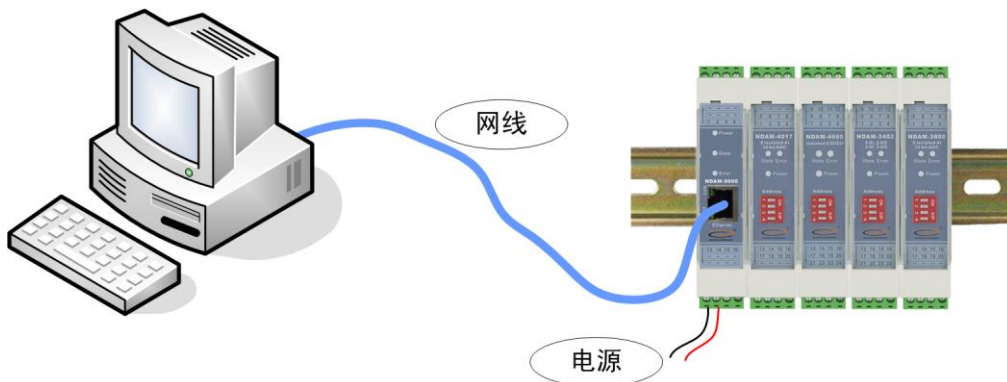

图 4.1 NDAM-3412 测试接线示意图
- 1) 将 PC 机、NDAM-9606 和 NDAM-6608 模块按照如图 4.1 所示进行连接；